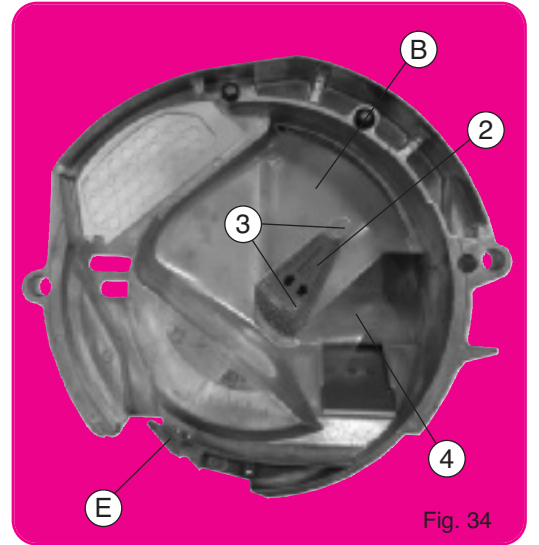

Fig. 34
1. POSITION HAUTE (fig. 34) POUR GROSSES GRAINES, c'est-à-dire maïs, haricots, soja, pois, féveroles, arachides, coton...
1. HIGH POSITION (fig. 34) FOR LARGE SEEDS, i.e. corn, beans, soybean, peas, kidney beans, peanuts, cotton...
1. POSICIÓN ALTA (fig. 34) PARA GRANOS DE GRAN CALIERE, es decir maíz, alubias, soja, guisantes, habichuelas, cacahuètes, algodón....
1. POSIZIONE ALTA (fig. 34) per SEMI GROSSI (mais-fagioli-soia-ecc.)